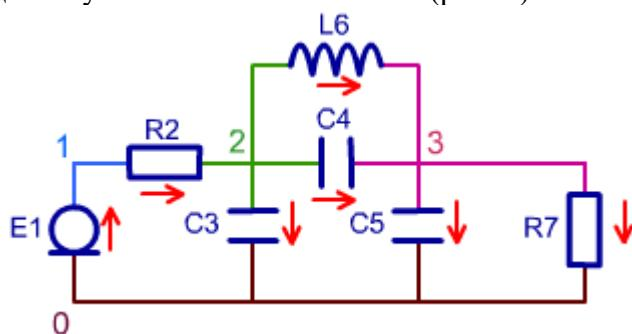

Рисунок 3.
**2. Нахождение узлов.** На электрической схеме узлами эквипотенциальные участки электрической схемы. Выделим узлы на нашей схеме так (рис. 3)